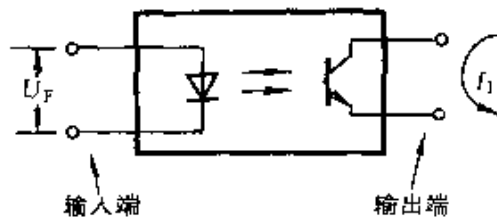

图 2-303
① 正向电压 U_F 是光电耦合器输入端的主要参数,是指使输入端发光二极管正向导通所需要的最小电压(即发光二极管管压降),如图 2-303 所示。
② 输出电流 I_L 是光电耦合器输出端的主要参数,是指输入端